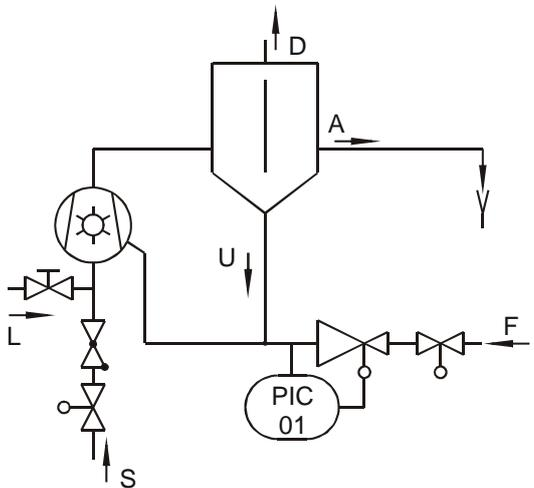

Abb. 9 Offene Umlaufkühlung
- ▶ Druck in der Betriebsflüssigkeitsleitung auf max. 0,2 bar Überdruck einstellen (→ Schema Abb. 9, 10, 11).